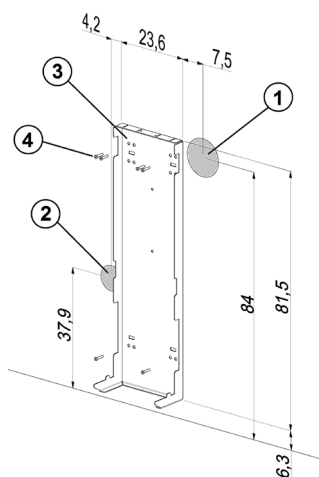

Fig. 53 - Step 1
- Cuando haya abierto el paso, introduzca el tubo de 80mm de diámetro de la descarga de humos (véase **Fig. 53**).